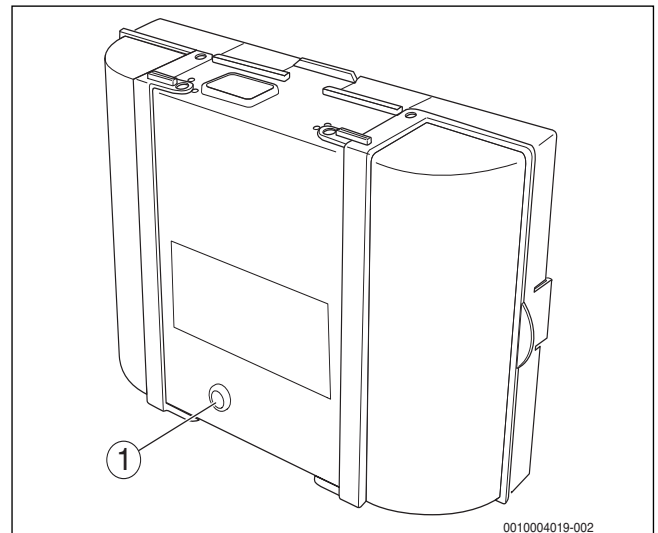

Fig. 39 Nulstilling af fejl på fyringsautomaten
- ▶ Tryk på tasten „Reset“ på fyringsautomaten (→ fig. 39). Fejlen vises ikke længere på displayet.